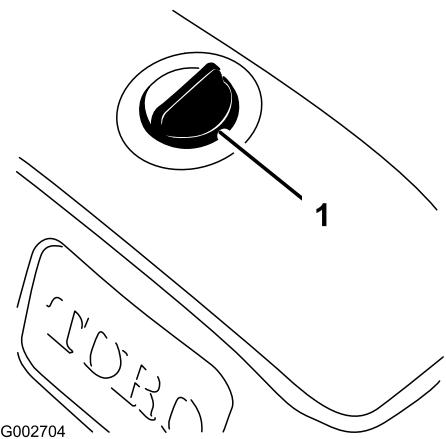

図 15
1. 异物をタンクに入れないよう、油圧オイル・タンクのキャップ取り付け部周辺をウェスできれいに拭く(図 15)。